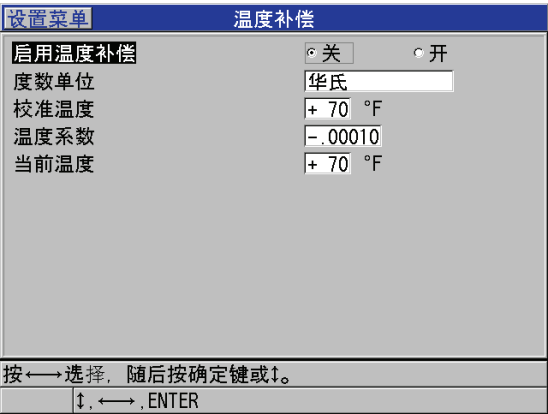

图 10-18 温度补偿屏幕
3. 在**温度补偿**屏幕中（参见第 135 页的图 10-18）：